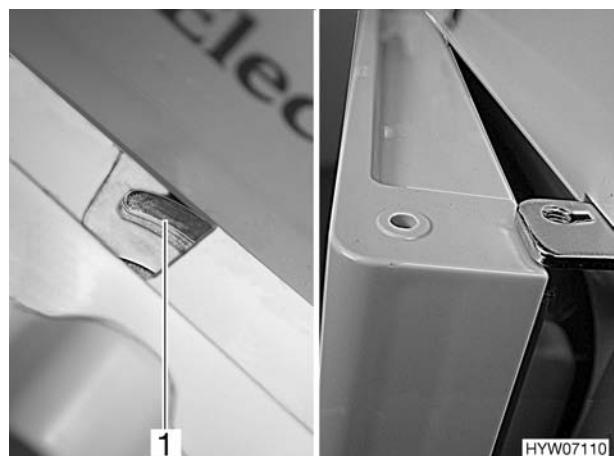

Fig. 174 Porta del frigorifero in posizione di aerazione
- Spostare il dispositivo di bloccaggio completamente verso destra. La porta del frigorifero è bloccata con l'ausilio dell'arresto della porta (Fig. 174,1). In questo modo la porta rimane ferma in posizione socchiusa (Fig. 174).